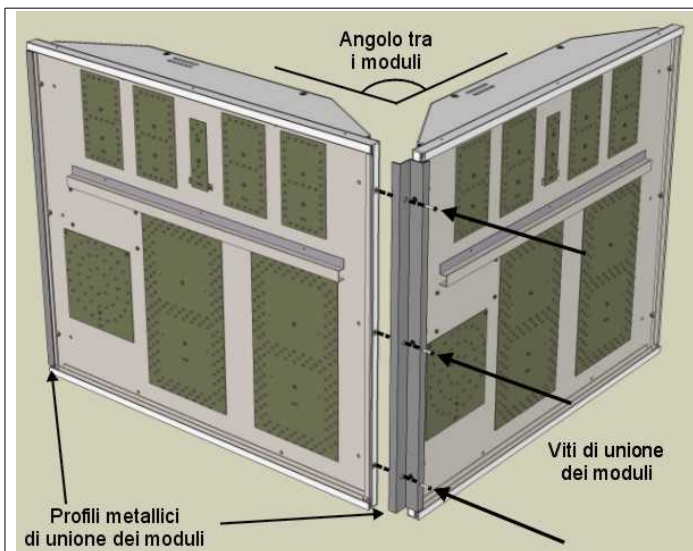
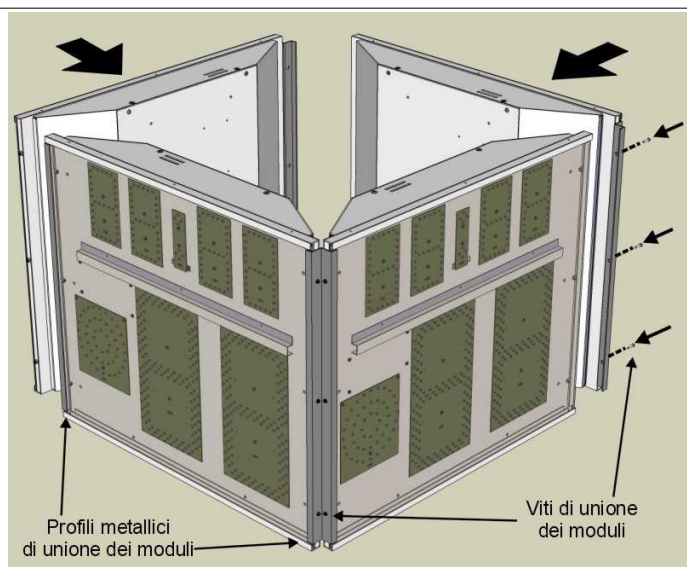

Fig. 4: Accostamento dei moduli
Fig. 5: Unione moduli
2. Disporre verticalmente sul pavimento i vari moduli, accostandoli lungo i bordi laterali per formare il tabellone completo (non è necessario rispettare un ordine di posizione); unire i diversi moduli avvitando le apposite viti nei profili metallici di unione (Fig. 4). In Fig. 5 è illustrato l'assemblaggio per il tabellone a 4 lati.